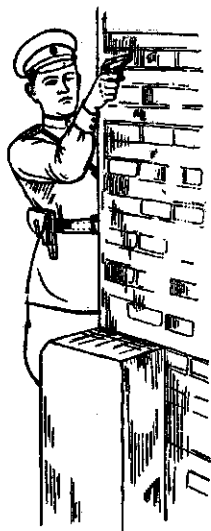

Рис. 61. Положение для стрельбы стоя из-за укрытия
97. При стрельбе с руки из-за укрытия следует принять соответствующее положение для стрельбы (стоя, с колена, лежа) и приложить правую руку к упору так, чтобы кисть руки с пистолетом была свободной (рис. 61 и 62).